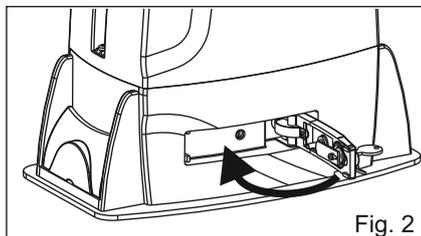

Fig. 2
- 2) Rétablir le blocage mécanique (Fig.2).